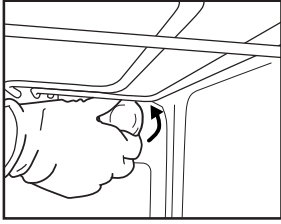
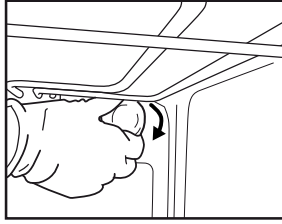

Fig. 6
Fig. 7
2. Dévissez le capot de l'ampoule (Fig. 6), remplacez l'ampoule brûlée par une neuve (voir « Remarque » pour connaître le type), puis revissez le capot de l'ampoule (Fig. 7).